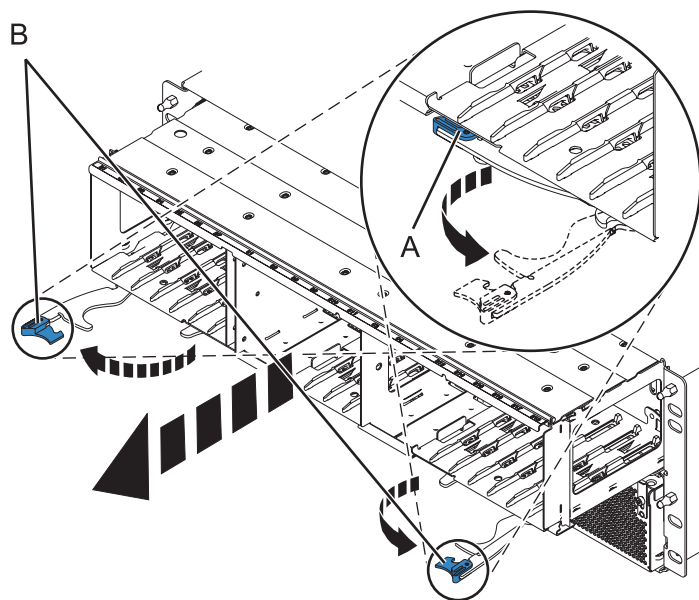

Figura 82. Extracció de la placa posterior de l'allotjament
6. Traieu la placa posterior com es mostra a la Figura 82 a la pàgina 118.